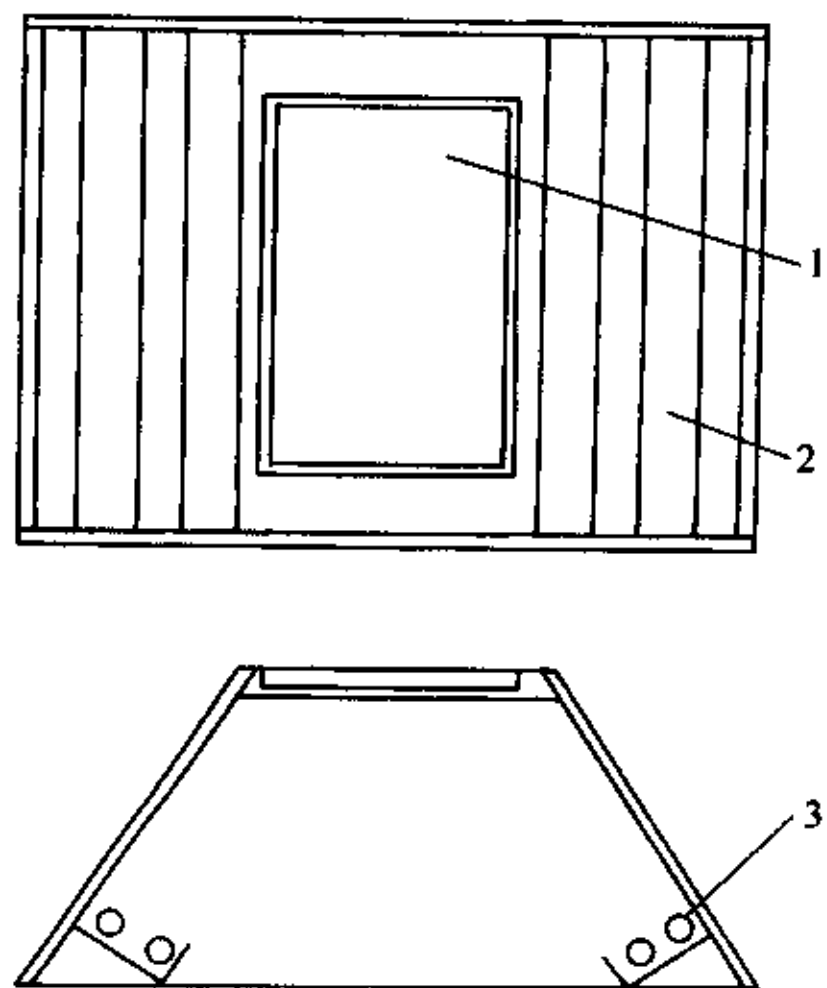

图1 观察箱
2.3 试样擦拭后,分别置于梯形箱体,内装4个20W日光灯制成的观察箱(见图1)内的框架上,然后开灯,在离试样2m处,视线与试样垂直观察。如果玻璃内表面有污物存在,则不能用于试验。